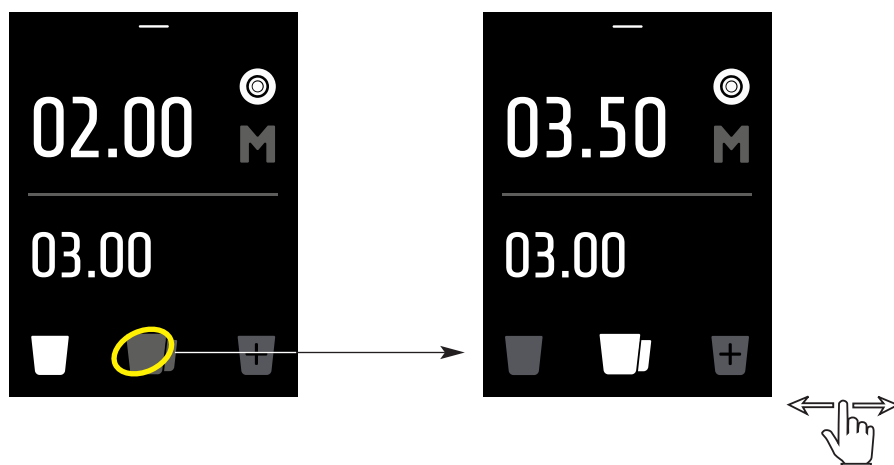

Abb. 5
- 3 Auf die Seite der gewünschten Portion (Einzelportion, Doppelportion oder Extraportion) zugreifen, indem das Seitensymbol (siehe Abb. 5) gedrückt wird **oder mit dem Finger über das Display gleiten, um die Seite zu wechseln.**